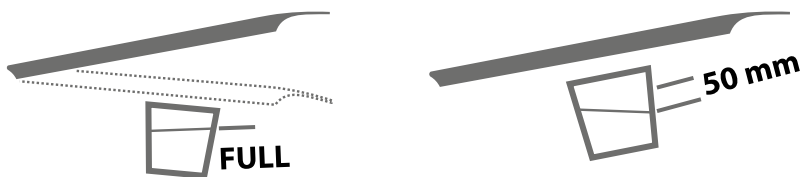

Рис. 8.
Проверьте уровень гидравлической жидкости в баке. Отметка «**FULL**» (рис. 8, раздел 5.1) на баке указывает существующий уровень жидкости при нахождении платформы в нижней позиции. Уровень жидкости не должен опускаться ниже 50 мм от отметки «**FULL**» при нахождении платформы в положении с установленной стойкой для ремонта.
- Уровень масла: символ «FULL» (рис. 8) на баке указывает существующий уровень масла при указателе уровня в нижней позиции.